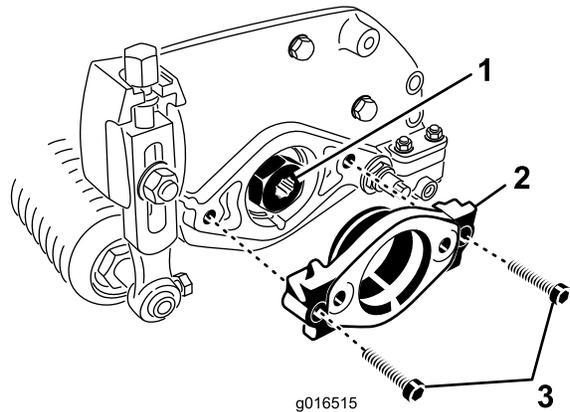

Figura 8
2. Togliete le (2) viti a testa esagonale che fissano il supporto del motore all'estremità sinistra dell'apparato di taglio. Rimuovete il supporto motore (Figura 8).
3. Applicate del grasso sulla sezione interna della scanalatura di trasmissione (Figura 8).